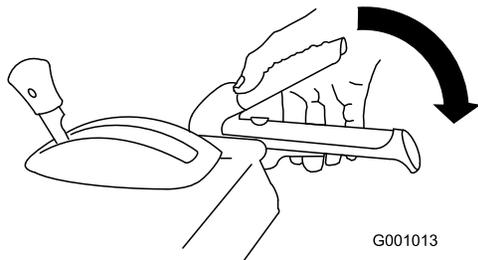

Figura 22
1. Per innestare la trazione alla coclea/ventola, premete la leva destra (coclea/ventola) contro l'impugnatura (Figura 22).